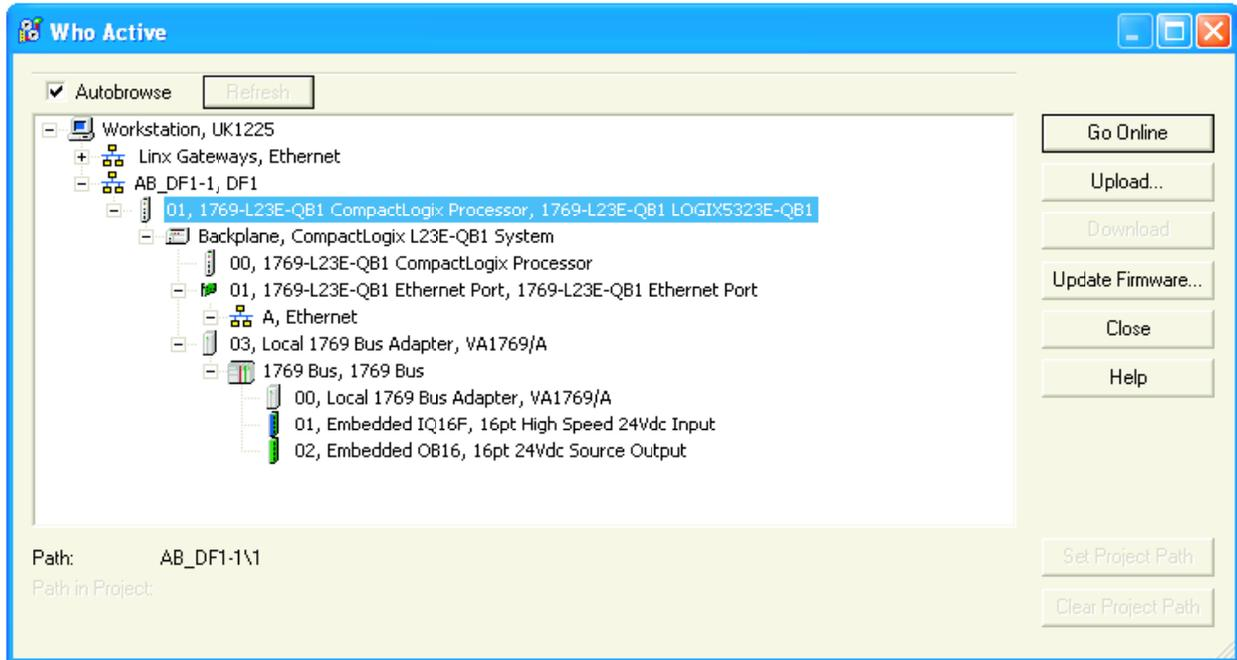

Abbildung 11-5: Who Active Fenster
1. Wählen Sie das entsprechende Gerät (Abbildung 11-5) und klicken Sie auf „Update Firmware“. Wählen Sie im Fenster „Choose Firmware Revision“ die neueste Version und bestätigen Sie mit „Update“.